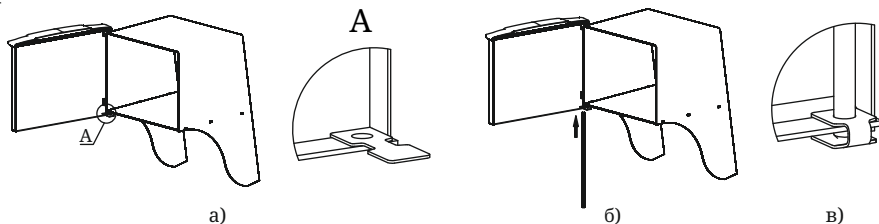

Рисунок 8. Установка дверцы при монтаже печи
2. Установите дверцу на втулки топливного канала, совместив отверстия (рисунок 8.а);
3. Совместите отверстие упора с нижним отверстием каркаса, при этом упор должен располагаться внутри каркаса (рисунок 8.а);
3. Вставьте ось через отверстия снизу вверх (рисунок 8.б),
4. Подогните упор, фиксируя конец оси между площадками упора (рисунок 8.в);